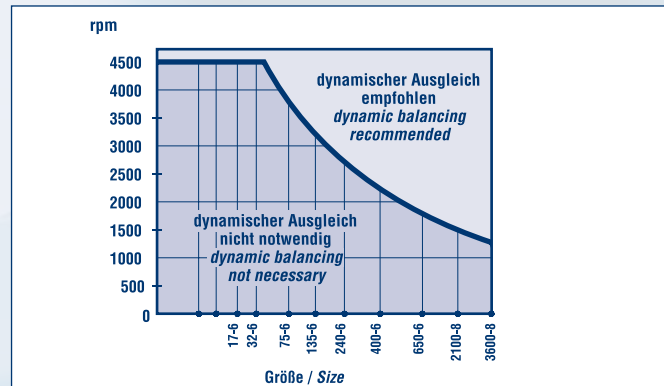

Abb. 1: H-Serie
6. Überprüfen Sie anhand von Abb. 1 und 2, ob ihre Kupplung dynamisch ausgeglichen werden muss oder nicht.